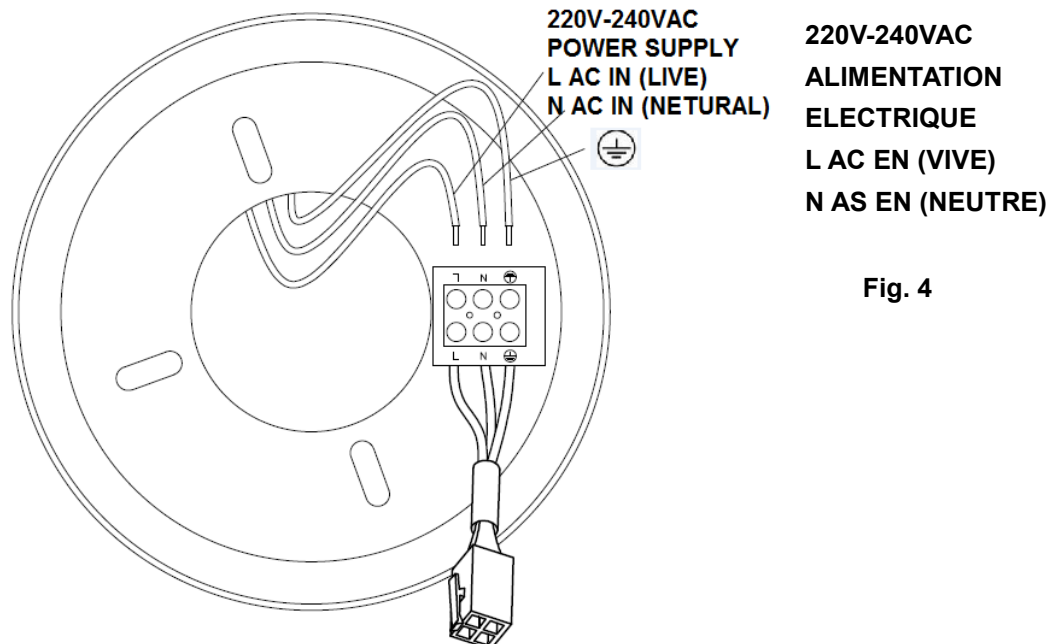

Fig. 4
- Effectuer le câblage électrique en utilisant le schéma ci-dessous(Figure. 4).
PRÉPARER ET EFFECTUER LE CABLAGE ELECTRIQUE --- SCHÉMA (FIG. 4)